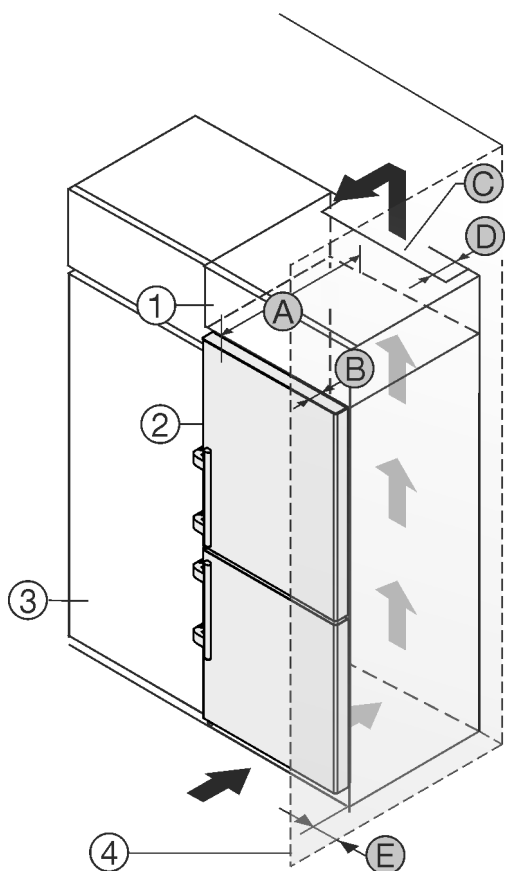

Fig. 51
Okoli naprave lahko vgradite kuhinjske omare. Za poravnavo naprave Fig. 51 (2) s kuhinjskimi elementi lahko nad napravo postavite ustrezno nadgradno omarico Fig. 51 (1).
Napravo lahko postavite neposredno zraven kuhinjske omare Fig. 51 (3). Da vrata lahko odpirate, mora naprava štrleti ven vsaj za globino Fig. 51 (B) glede na fronto kuhinjske omare. Odvisno od globine kuhinjskih omar in uporabe stenskih distančnikov lahko naprava štrli bolj ven.
- Na zadnji strani nadgradne omare mora biti zaradi prezračevanja in odzračevanja po vsej širini nadgradne omare prezračevalni jašek globine Fig. 51 (D).
- Pod stropom je treba upoštevati presek prezračevanja Fig. 51 (C).
Če napravo s tečaji postavite poleg stene Fig. 51 (4) morate upoštevati razdaljo Fig. 51 (E) med napravo in steno. To ustreza velikosti ročaja pri odprtih vratih.